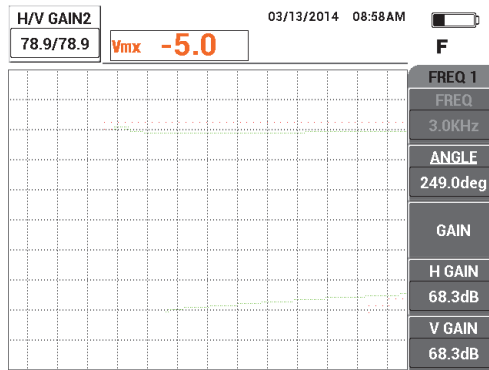

Abbildung 5-105 Einstellen der Verstärkung für FREQ 2
9. Drücken Sie erneut dreimal die Direktzugriffstaste GAIN (**dB**) und erhöhen Sie Verstärkung von Frequenz 2 bis sich das Signal an Position 2 befindet, also bei 20 % der Bildschirmhöhe (siehe Abbildung 5-105 auf Seite 217).